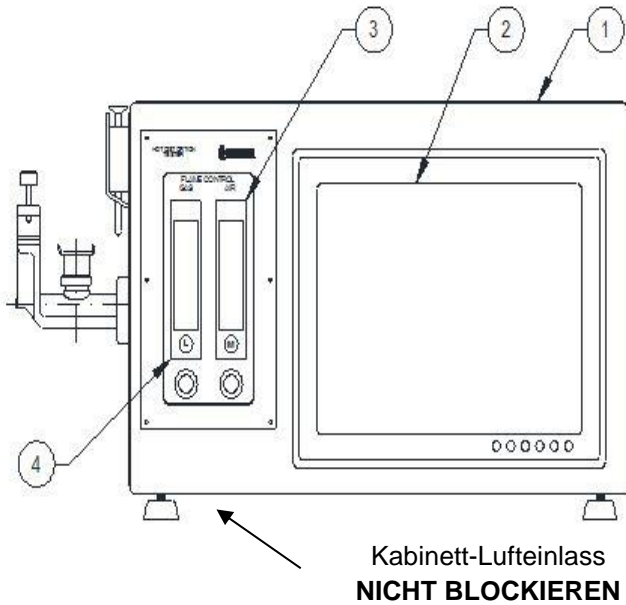

Abbildung 1: Vorderansicht des Testers
1. Zum Exportieren von Daten, den Prüfapparat ausschalten, USB-Stick an dem dafür vorgesehe- nen Port (Anschlusspanel rechts am Prüfapparat) aufstecken (siehe Abb. 1). Das Abschalten des Apparats ist deshalb erforderlich, da sonst der USB-Stick nicht erkannt wird. Gerät unter Beachtung der Hinweise auf dem Bildschirm einschalten.